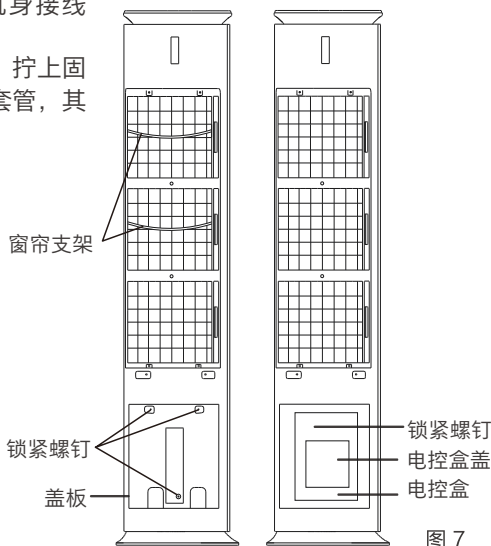

图 7
- 从室内机的背面下部的盖板下端拆下锁紧螺钉，将盖板取下后（如图7所示），再取掉电控盒盖。
- 从室内机的背面下部的盖板下端拆下锁紧螺钉，将盖板取下（如图7所示）。
● 为了防止窗帘吸附到吸风栅上，请安装窗帘支架。安装时，将支架两端卡到吸风栅上，如图7所示。